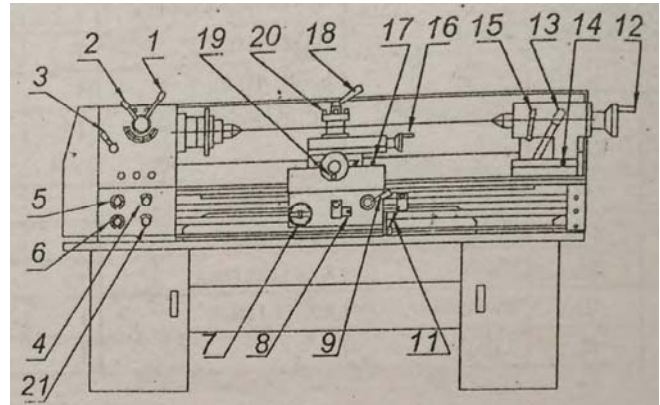

Рис. 6 Рычаги управления
4. Рычаг управления станка см. на Рис. 6.